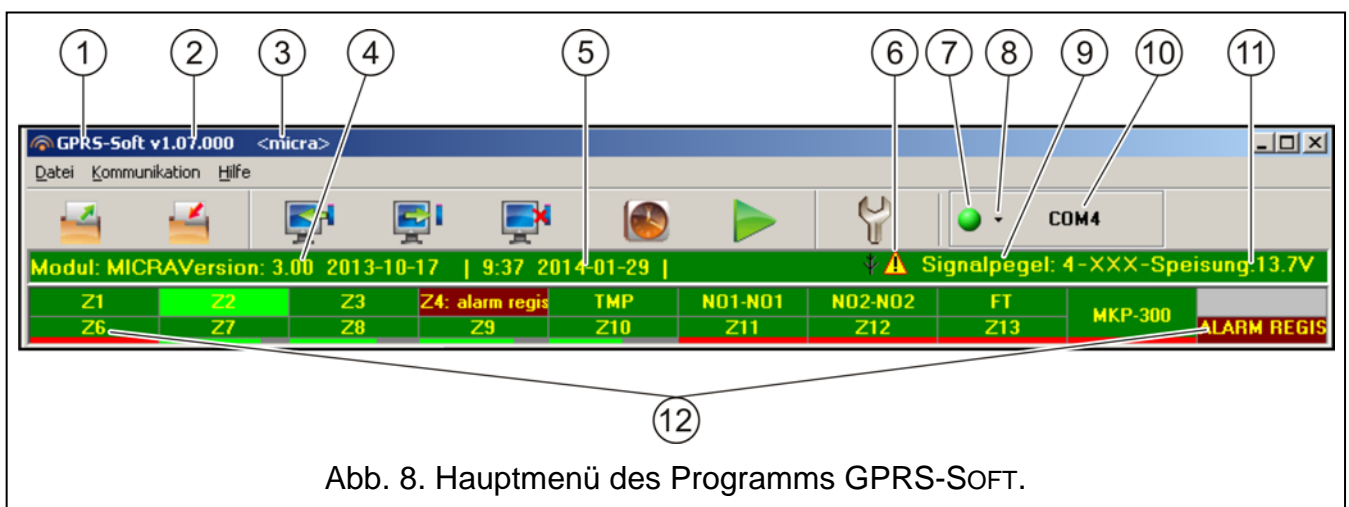

Abb. 8. Hauptmenü des Programms GPRS-SOFT.
Die serielle Schnittstelle COM muss mit der RS-232-Schnittstelle (TTL) auf der Elektronikplatine des Moduls verbunden werden. Die zur Verbindung dienenden Leitungen sind im Satz DB9FC/RJ-KPL enthalten. Wählen Sie im Programm GPRS-SOFT den Port COM des Computers, der zur Kommunikation mit dem Modul dient. Zu diesem Zweck klicken Sie mit der Maustaste auf die Schaltfläche „Konfiguration“ (siehe: Abb. 8 und Erläuterung zur Abbildung) und wählen Sie im Fenster, das angezeigt wird, einen der zugänglichen Ports COM des Computers. Nach dem Einschalten des gewählten Portes COM wird die Verbindung mit dem Modul aufgenommen.
2. Auf die Schaltfläche „Konfiguration“ klicken (siehe Abb. 8 und Erläuterung zur Abbildung). Im angezeigten Fenster die Nummer des für die Kommunikation mit dem Modul bestimmten TCP-Portes eingeben. Diese Nummer soll in der SMS enthalten werden, die an die Nummer des GSM-Telefons gesendet wird, um die Verbindung aufzunehmen.
3. Die Taste  klicken (siehe Abb. 8). Aus dem Menü, das angezeigt wird, „TCP/IP“ wählen. Der Server wird aktiviert.
Erläuterung zur Abbildung 8: